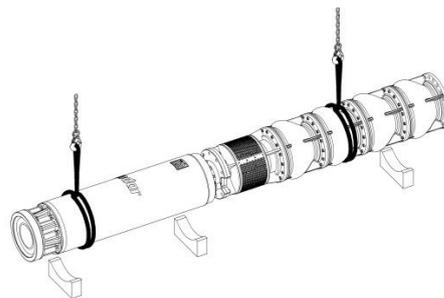

Рисунок 3: Горизонтальная транспортировка при помощи подъемного оборудования с двумя крюками.
3. Закрепите крюки крана за стропы, предварительно закрепленные на оборудовании (см.рис.3 и 4).